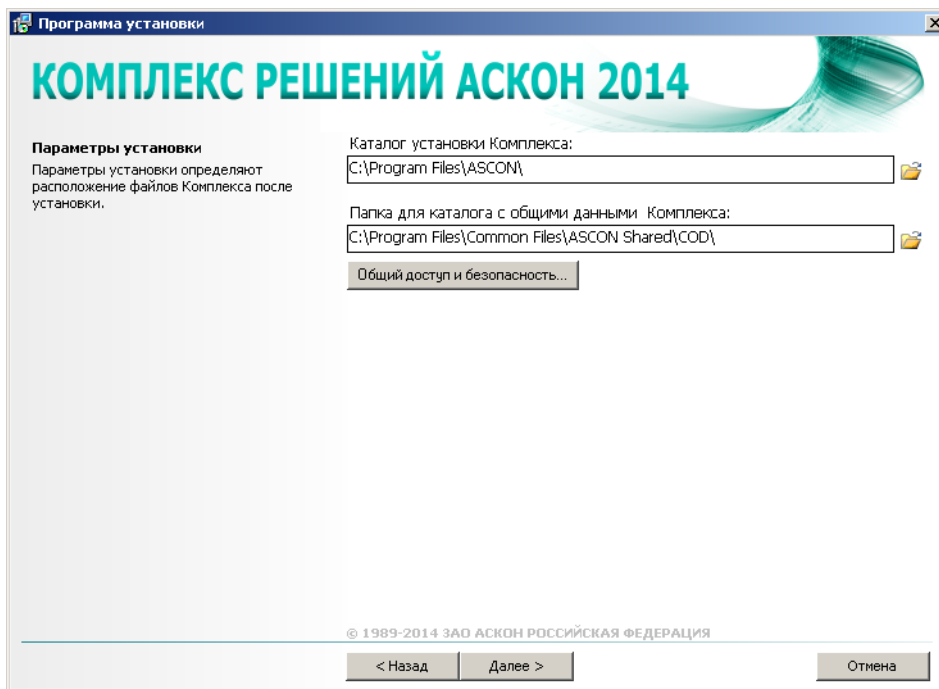

Рис. 3.9.
1. Укажите полное имя каталога, в который будут установлены компоненты *Комплекса* (рис. 3.9). При необходимости воспользуйтесь кнопкой **Выбрать**, чтобы указать каталог в стандартном окне Windows.
- ▼ При **первой установке КОМПЛЕКСА РЕШЕНИЙ АСКОН 2014** укажите полное имя папки, в которую будет **установлен** каталог с общими данными *Комплекса*. При необходимости воспользуйтесь кнопкой **Выбрать**, чтобы указать папку в стандартном диалоге Windows (см. рис. 3.9).
3. При **установке** каталога с общими данными нажмите кнопку **Общий доступ и безопасность** (см. рис. 3.9 на с. 25) и в появившемся стандартном диалоге Windows откройте общий доступ к этому каталогу.